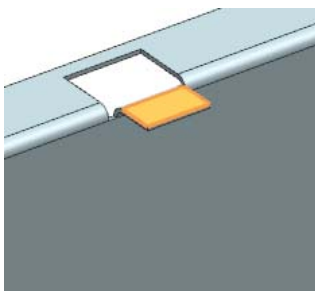

图 7-109 选择草图工作平面
(2) 单击“绘制截面”按钮 ，打开“创建草图”对话框。在视图区选择草图工作平面，如图 7-109 所示。